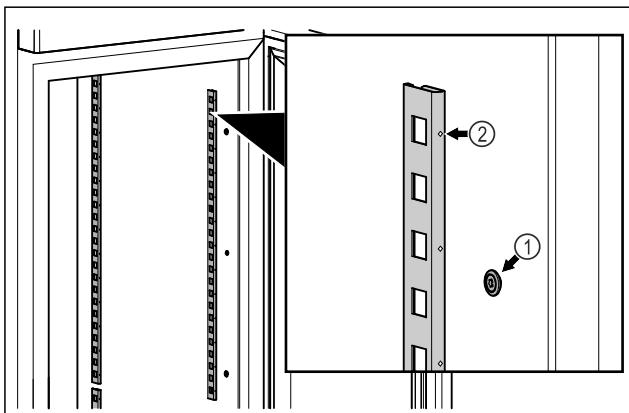

Fig. 56 Ενδεικτική απεικόνιση
- Αναρτήστε τα προφίλ ασφάλισης στην ανάρτηση Fig. 56 (1). Το σημάδι Fig. 56 (2) πρέπει να δείχνει προς τα εμπρός.